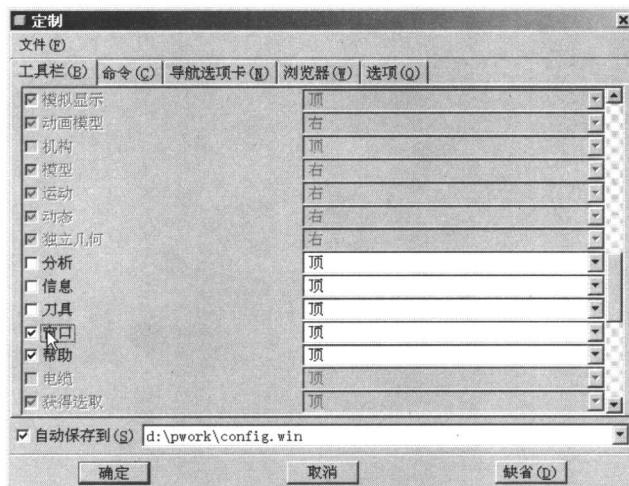
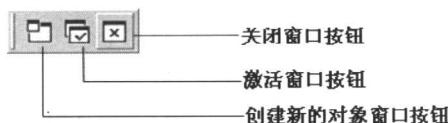

图 1.2.4 【定制】对话框
图 1.2.5 【窗口】工具栏
在主菜单中选择【工具】|【定制屏幕】命令，打开如图 1.2.4 所示【定制】对话框。在此对话框中用户可分别对工具栏、命令、导航选项卡、浏览器、选项进行定制。
(1)【工具栏】定制：在图 1.2.4 所示【定制】对话框中单击【工具栏】标签卡，然后选中【窗口】项前面的复选框，此时界面上方将增加如图 1.2.5 所示的【窗口】工具栏。单击【窗口】工具栏中的 \square 按钮，可以将当前窗口激活为活动窗口；单击此工具栏中的 \times 按钮，则可以关闭进程中当前参照文件的窗口。